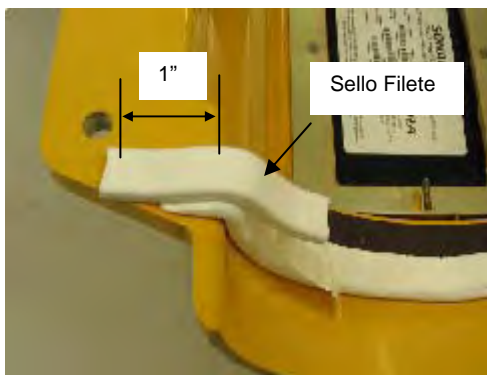

Figura 9
- d. Inicie el corte ahusado en el sello de filete en la marca hecha a 1" y termínelo de manera que se extienda 1/8 - 1/4" más allá del extremo del corte ahusado del sello del extremo. Elimine el material sobrante. Refiérase a la Figura 9.